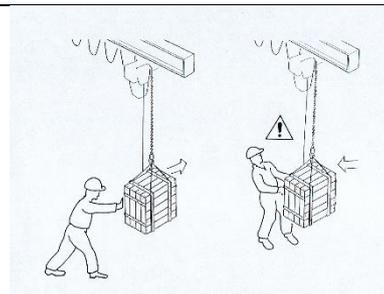

Abb. 52
- **Beim manuellen Bewegen bzw. Drehen des Auslegers** muss der Bediener die Last durch Schieben bewegen, nie durch Ziehen, um Quetschgefahren zu vermeiden (Abb. 52).